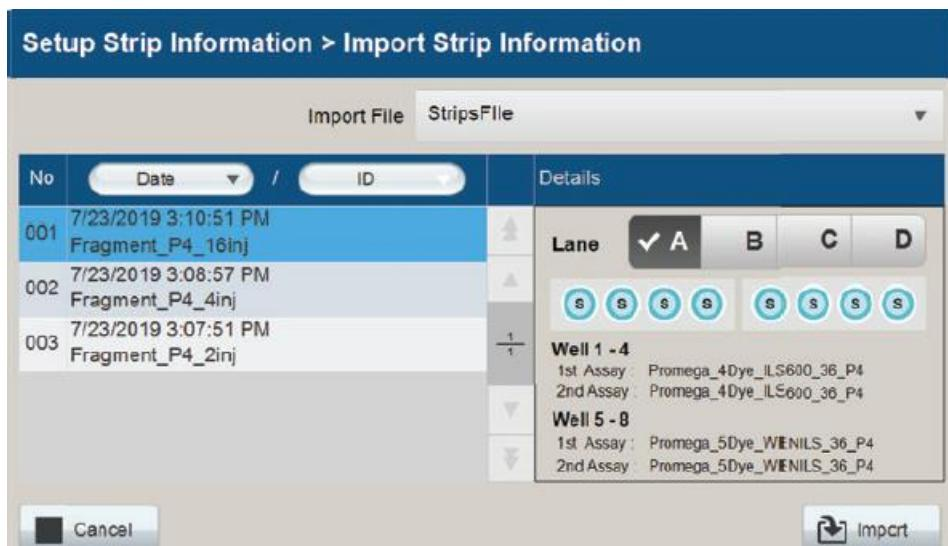

図 77 Import Strip Information 画面：ストリップの詳細
- 4. Strip File が選択されると、そのストリップの詳細が画面右側の Details に表示されます。(図 77)